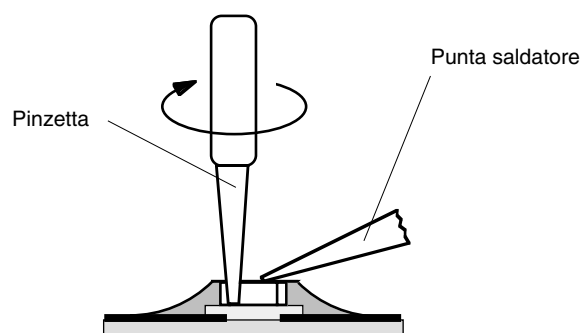

Fig. 2
2. Riscaldare le superfici di contatto del CHIP risp. te tutto il CHIP e staccarlo con cautela. Attenzione a non esercitare forza per non danneggiare le piste sottostanti (Fig. 2).